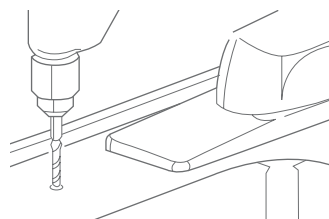

Figura 18.
b. Barrena el orificio marcado por medio de un taladro con broca de 1/4 de pulgada; esta operación deberá ser intermitente para evitar el sobrecalentamiento de la broca (ver Figura 18).